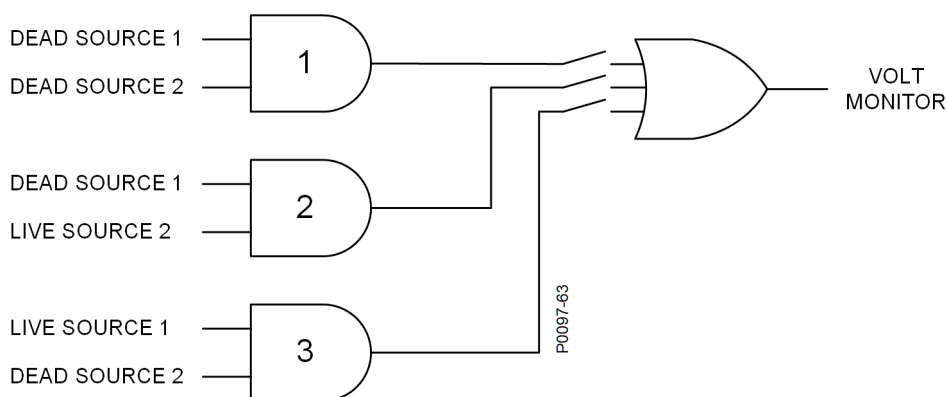

Figura 18-1. Lógica del monitor de tensión
La lógica del Monitor de tensión se ilustra en la Figura 18-1. Se puede seleccionar cualquier combinación de configuración lógica para la lógica del Monitor de tensión en la pantalla de ajustes Verificación de sincronización (25), en *BESTCOMSPlus*. Cuando se selecciona una combinación de la lógica, el elemento verificación de sincronización cierra el interruptor respectivo en la Figura 18-1 relacionado con cada una de las salidas.